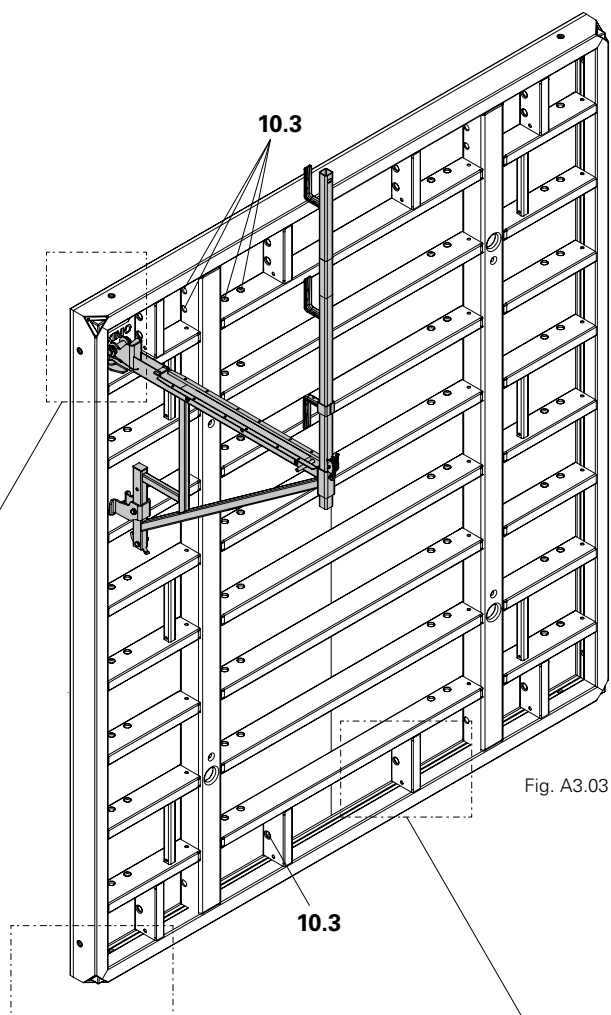

Fig. A3.03
- Consoles pour plateforme, voir le chapitre A7. (Fig. A3.03)